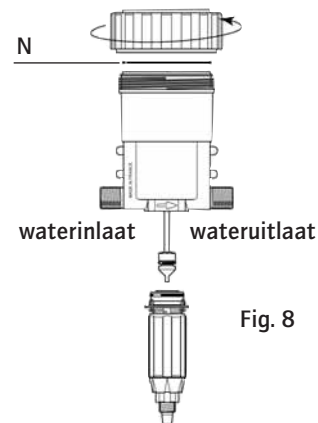

Fig. 8
- De DOSATRON kan nu weer in elkaar gezet worden, (eerst dekselpakking schoonmaken (Fig. 8-N).